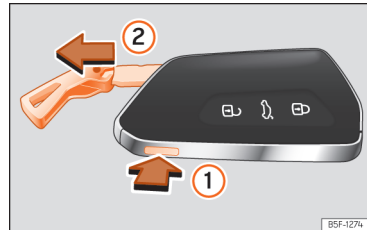

Abb. 69 Fahrzeugschlüssel: Schlüsselbart herausziehen.
- Drücken Sie die Taste » (Abb. 69) ①, um die Öse als Schlüsselband freizugeben und den Schlüsselbart herauszuziehen ②. Durch leichten Druck auf die Öse wird diese als Schlüsselband freigegeben.
- Zum Entriegeln drücken Sie die Taste » » [Abb. 69] ①. Halten Sie die Taste ① gedrückt und ziehen Sie gleichzeitig die Öse in Pfeilrichtung » » [Abb. 69] ②, um den Schlüsselbart vollständig herauszuziehen.